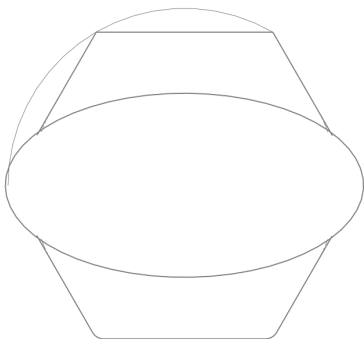

图 2-23 创建椭圆对象
(6) 执行操作后, 即可创建椭圆对象, 退出草图绘制环境, 如图 2-23 所示。